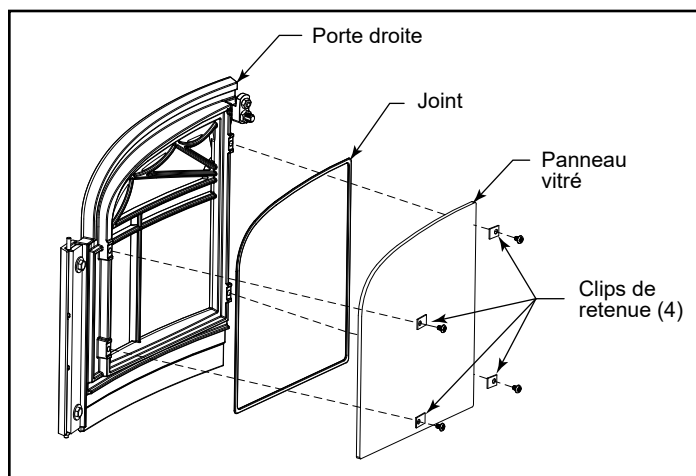

Figure 3.1 – Vue éclatée de l'assemblage de la vitre de la porte droite.
2. Attachez la vitre sur les deux portes à l'aide des clips de retenue. Serrez toutes les vis (figure 3.1).